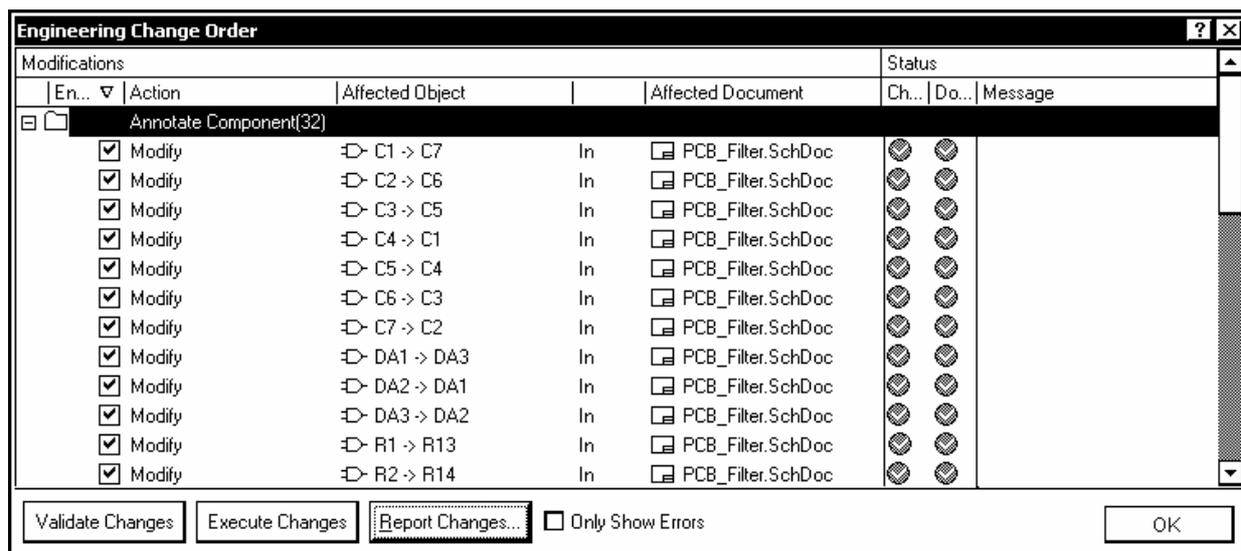

Рис. 5.12
6. Кнопкой Accept Changes (Create ECOs) список изменений передается на обработку. Открывается окно Engineering Changes Order (рис. 5.12) со списком изменений, которые предстоит внести в схему.
В полях знакомого нам диалогового окна (см. рис. 5.12) представлена информация обо всех объектах схемного документа, действиях, которые надлежит с ними произвести (Add – добавить) и имя документа редактора печатной платы, в который вносятся данные схемы.